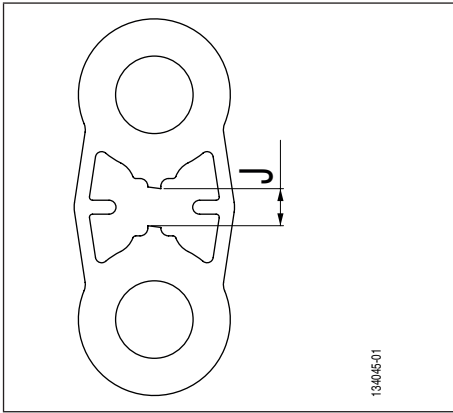
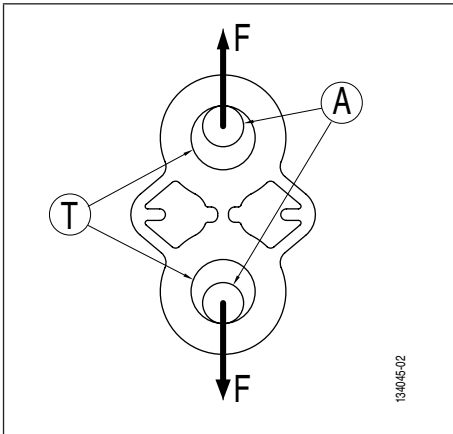
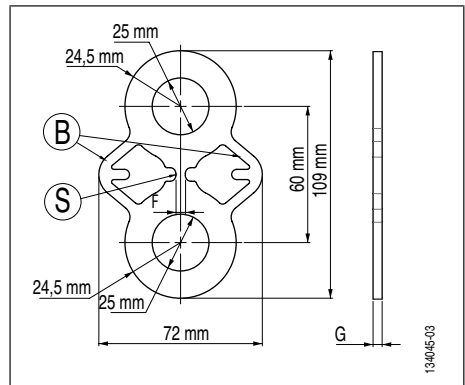

Fig. 1
Fig. 2
Fig. 3
Il carico di test è raggiunto alla rottura della sezione centrale della placchetta (Fig. 3, pag. 44, rif. S). Un paio di bracci di ritegno (Fig. 3, pag. 44, rif. B) permettono di garantire la trattenuta della linea di messa in carico dopo la rottura della sezione di controllo 'S'.
E' stata progettata una gamma completa di placchette per test TA al fine di testare in trazione i punti di ancoraggio. I fori di aggancio (Fig. 2, rif. T) delle placchette sono dimensionati in modo da ricevere dei grilli a lira di alta resistenza. Le diverse referenze di placchette per test TA sono realizzate in acciaio inossidabile dello stesso materiale in modo da garantire la rottura della sezione (Fig. 3, pag. 44, rif. S) con una precisione di +/- 10% in rapporto al carico di rottura CR indicato sulla placchetta (capitolo 11. *Marcature*). I bracci di ritegno (Fig. 3, pag. 44, rif. B) sono dimensionati in modo da garantire una resistenza meccanica di almeno il carico di rottura CR indicato sulla placchetta.
- Messa in carico della placchetta per test TA (Fig. 2).
- Al carico di rottura CR indicato sulla placchetta (capitolo 11. *Marcature*) rottura della sezione S (Fig. 3, pag. 44, rif. S).
→ Allungamento della placchetta e formazione di un gioco 'J' tra due le due metà-parti alta e bassa della placchetta per test TA (Fig. 1, gioco J).
! PERICOLO: Se l'operatore rimette in carico la placchetta dopo la rottura della sezione 'S', esiste il rischio di rottura dei bracci di ritegno (Fig. 3, pag. 44, rif. B) e di caduta dell'apparecchio di messa in carico. Il gioco 'J' massimo (Fig. 1, gioco J) non deve superare i 15 mm.